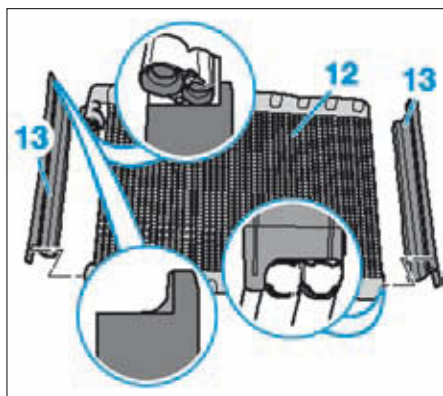

FIG. 19
- Prendre soin de remonter les déflecteurs (13) de chaque côté de l'évaporateur (12) (Fig.19).